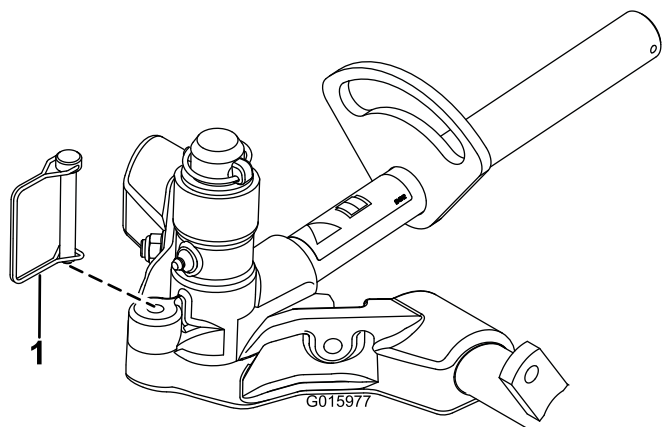

**Figura 16**
9. Unte el eje del bastidor de tiro con grasa limpia (Figura 16)
10. En el caso de las unidades de corte delanteras, deslice una unidad de corte debajo del brazo de elevación mientras coloca el eje del bastidor de tiro en la horquilla de pivote del brazo de elevación (Figura 16). Asegúrese de que la arandela de empuje está correctamente posicionada en el eje del bastidor de tiro.
11. Sujete el eje del bastidor de tiro a la horquilla del brazo de elevación con el pasador Klik (Figura 16).
- B. Introduzca la horquilla del brazo de elevación en el eje del bastidor de tiro (Figura 16).